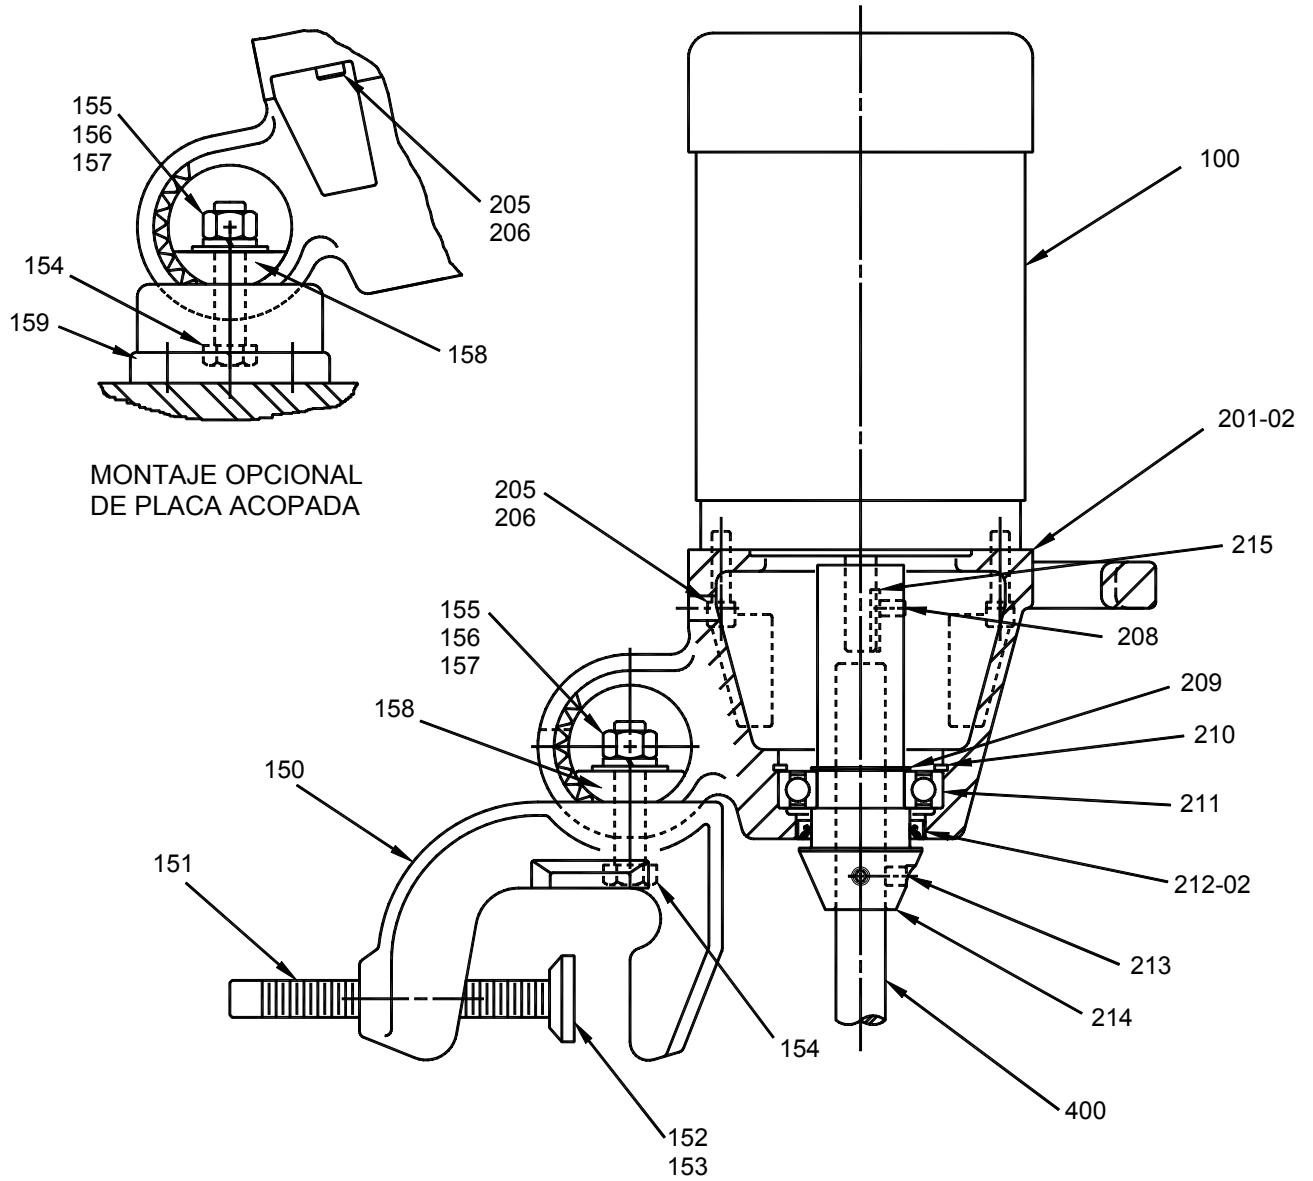
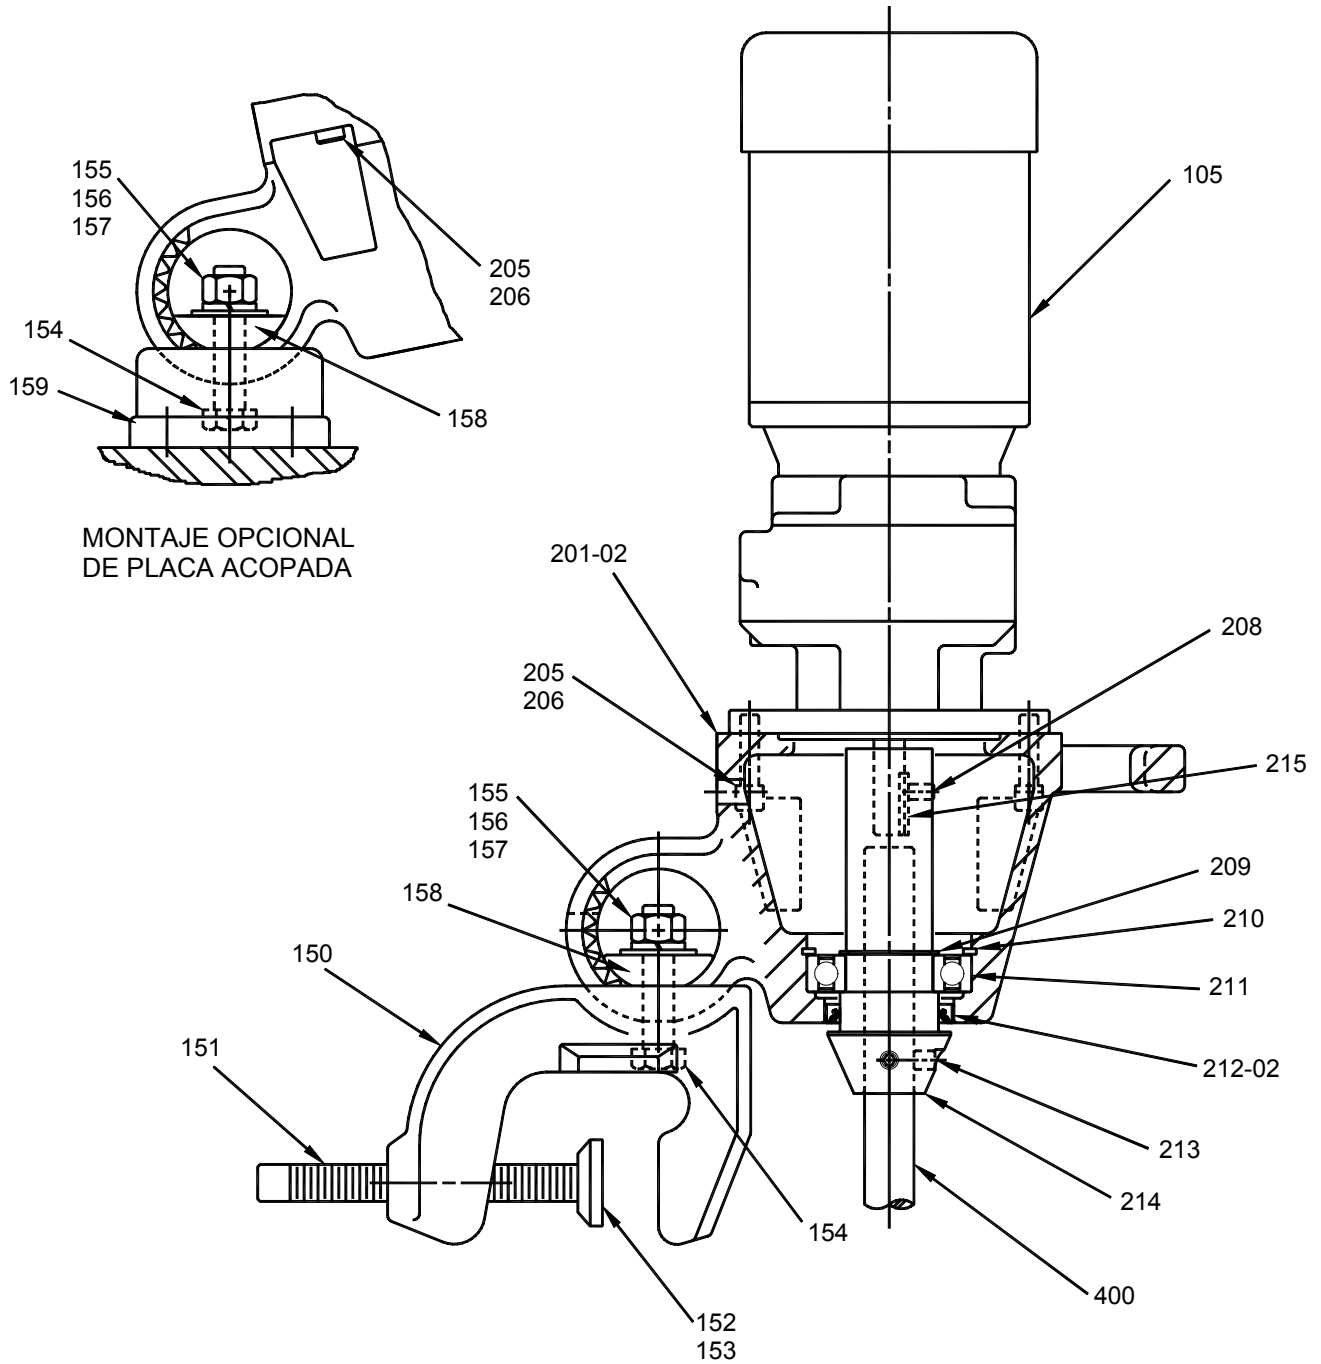

FIGURA 4: MODELO 30XPC
FIGURA 5: MODELO 40XPB
El modelo 30XPC es una agitadore portátil de accionamiento directo, con montaje mediante abrazadera o placa acopada. La unidad de accionamiento típicamente se envía con el motor [100] y la abrazadera en C estándar [150] (o con la placa acopada opcional [159]) montados en la caja de aluminio fundido [201-02]. Un acoplamiento del eje de accionamiento mandrilado enchapado [214] con soporte de cojinetes se extiende desde la caja para realizar la conexión al eje de extensión. Los propulsores [500] y todos los accesorios se envían en la caja de la unidad principal. Los ejes [400] se envían por separado. Consulte la *Figura 4, en la página 9*.
La unidad 40XPC es una agitadore portátil, con reductor de engranajes, montada mediante abrazadera o placa acopada. La unidad de accionamiento típicamente se envía con el motor de engranajes (motor/reductor de engranajes integrado) [105] y la abrazadera en C estándar [150] (o con la placa acopada opcional [159]) montados en la caja de aluminio fundido [201-02]. Un acoplamiento del eje de accionamiento mandrilado enchapado [214] con soporte de cojinetes se extiende desde la caja para realizar la conexión al eje de extensión. Los propulsores o impulsores [500] y todos los accesorios se envían en la caja de la unidad principal. Los ejes [400] se envían por separado. Consulte la *Figura 5, en la página 10*.
6. Para las unidades 30XPC o 40XPC, monte el eje de extensión **[400]** en el conjunto de la caja de la unidad de accionamiento **[200]** insertando el extremo del eje con el hueco maquinado y los “filones” en el acoplamiento mandrilado hasta que el eje llegue al fondo, aproximadamente 5" (127 mm). Oriente el eje para permitir que los tornillos de fijación del acoplamiento mandrilado **[213]** (dos a 90°) engranen con los “filones”. Consulte la *Figura 4, en la página 9* y la *Figura 5, en la página 10*. Apriete los tornillos de fijación mandrilados **[213]** con una llave hexagonal de 3/16".